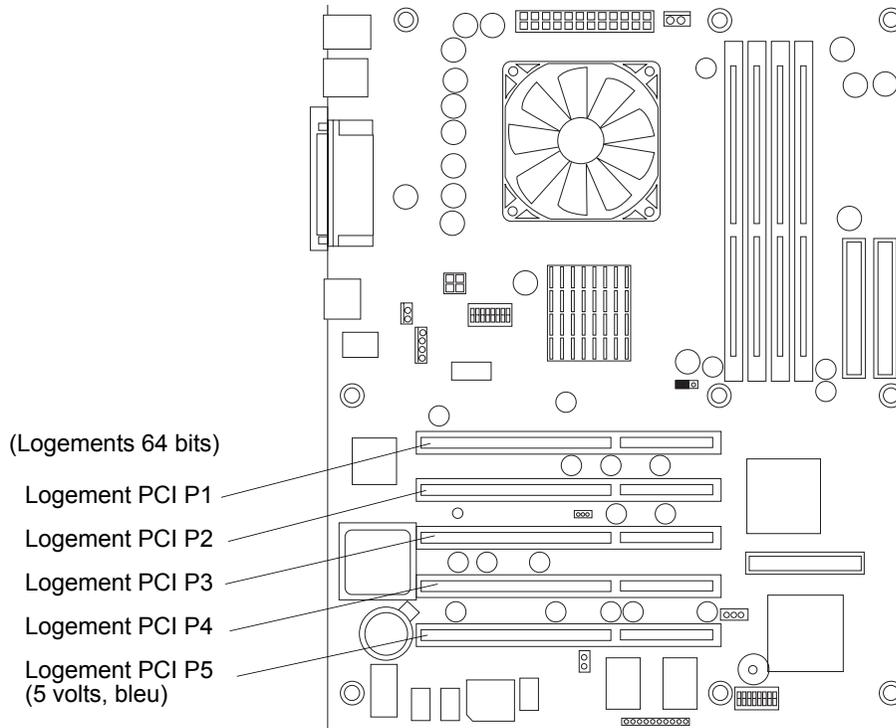

Figure 3-19. Logements pour cartes d'extension
La priorité d'amorçage du serveur (ordre de recherche de l'unité d'amorçage par le BIOS) est un facteur à prendre en compte pour le choix d'un logement PCI sur la carte système, notamment si vous installez une carte dont la priorité d'amorçage doit être élevée. La priorité d'amorçage de la carte d'extension est définie par l'emplacement du logement correspondant dans l'ordre d'amorçage. Voir la *Figure 3-19*.
6. Repérez le numéro de l'emplacement utilisé. Voir la *Figure 3-19*.
REMARQUE Reportez-vous à la rubrique "*Présentation de la carte système*" du *Chapitre 9, Spécifications* pour les connexions non illustrées à la *Figure 3-19*.